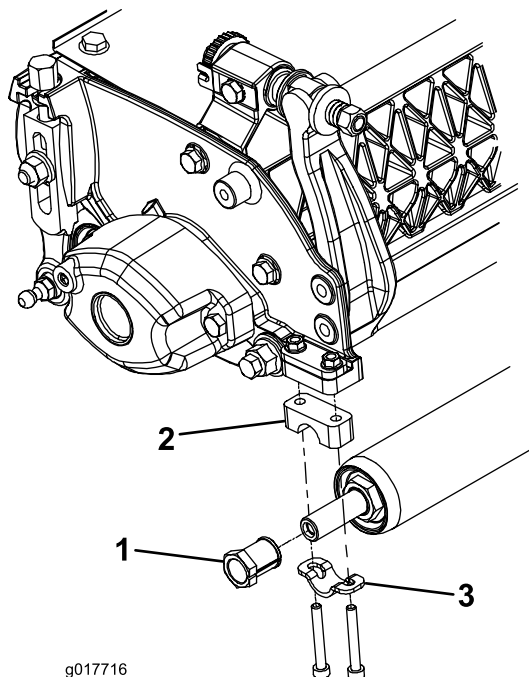

図 2
3. シャフトアジャスタをローラのシャフトに軽くたたきこむ（図 2）。
4. シャフトアジャスタとローラシャフトを、サイドプレートの取り付けフランジに仮止めする；新しいローラスペーサ、新しいシャフトリテーナ、および先ほど取り外したシム、ねじ、ナットを使用する（図 2）。